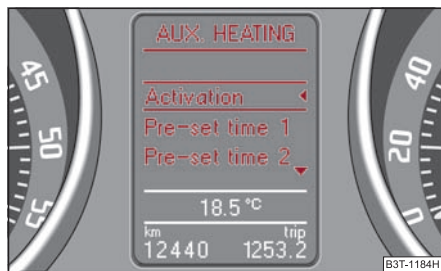

Abb. 130 Informationsdisplay: Aux. heating (Standheizung)
- Im Menü **Aux. heating (Standheizung)** ⇒ Abb. 130 wählen Sie den Menüpunkt **Weekday (Wochentag)** und stellen den aktuellen Tag ein.